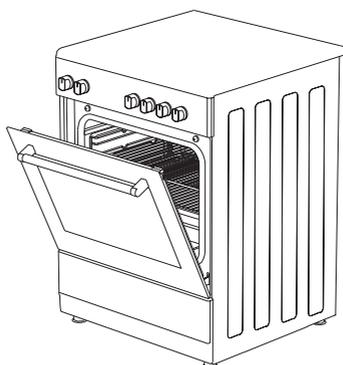

Figura 30
3. Posizionare il pannello di sicurezza sotto il pannello di controllo, aprendo il vetro del coperchio anteriore del forno. (figura 30)